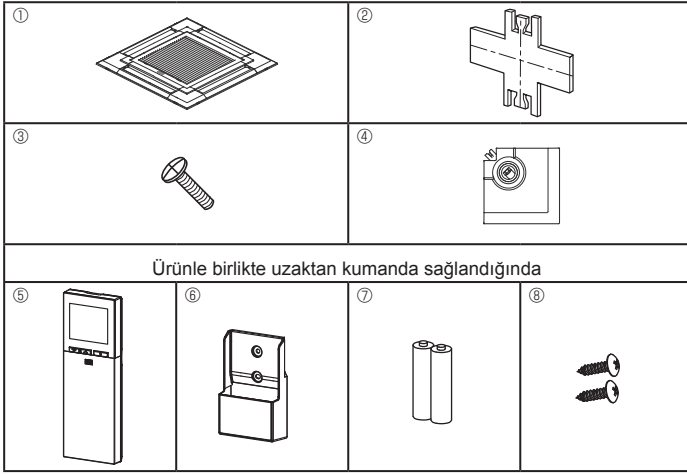

Fig. 9-1
9.1. İçindekilerin kontrolü (Fig. 9-1)